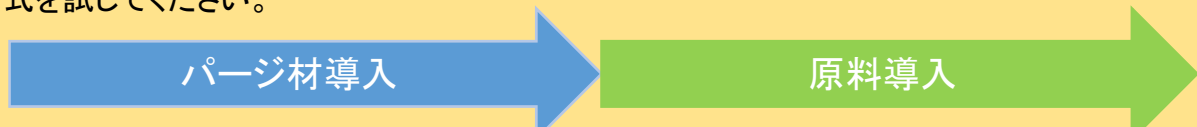

図1 通常の成形機内へのパージ材と原料の投入順序
2. 1では発泡が少ない場合や、洗浄効果を落とさない場合は、図1の通常の導入に対し、図2の様に、1回で導入しているパージ材を半分ずつ2回に分け、その間に原料を導入するサンドイッチ方式を試してください。